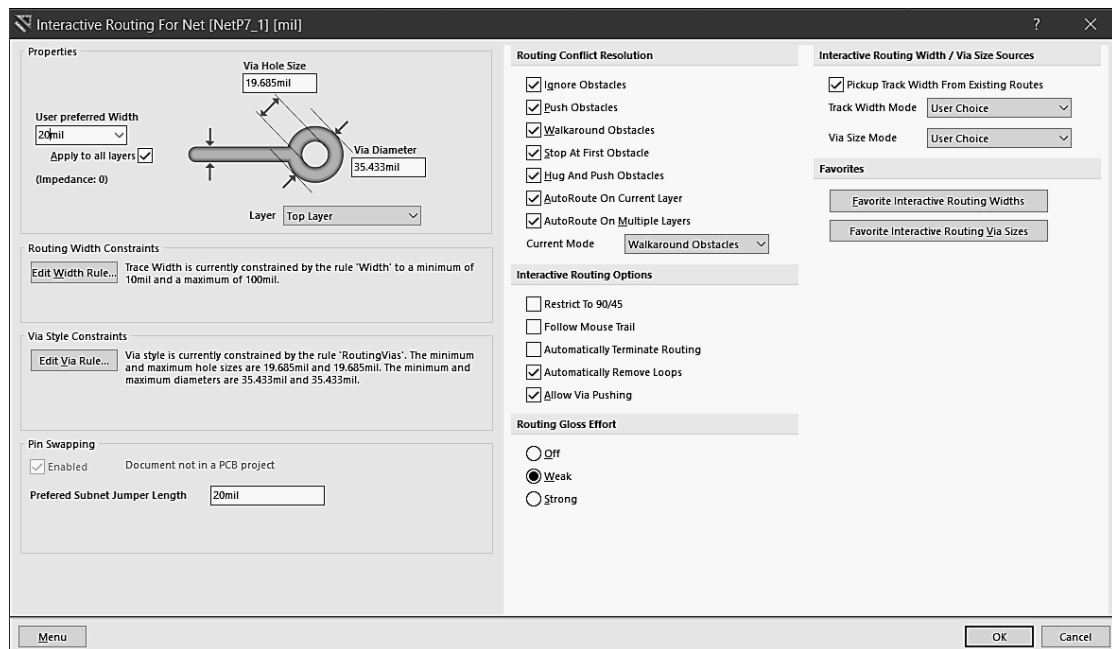

图 8-1-44 将连线宽度属性修改为 20mil
(4) 对话框中和连线相关的配置属性只有 Properties 区域下的 Width form user preferred value 属性。该属性确定了连线的宽度，默认值为 10mil，该值是由用户配置布线约束条件时指定的，若没有配置布线约束，则系统默认的连线宽度为 10mil。本例由于布线空间充足，故将该值修改为 20mil，如图 8-1-44 所示。单击【OK】按钮进行确认。